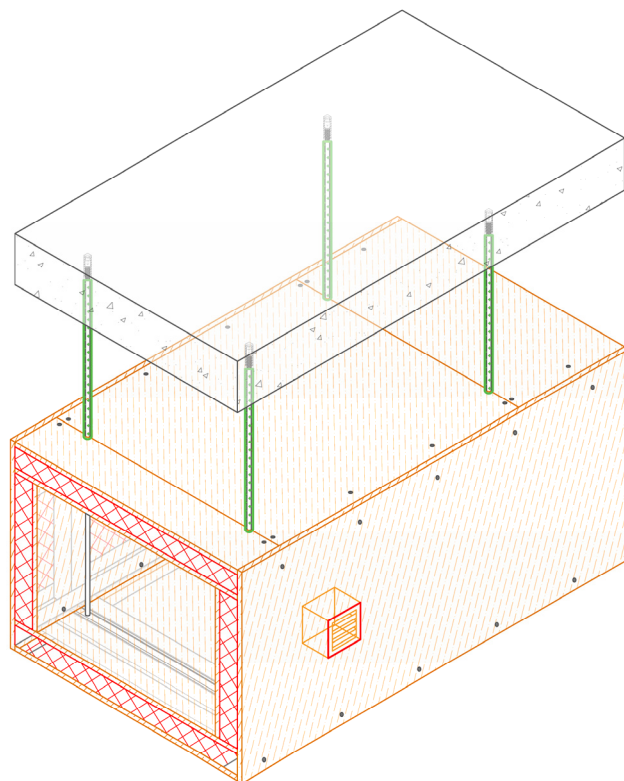

Рис.19
10. Выполнить огнезащиту шпилек кожухом Техстронг КО (рис.19).